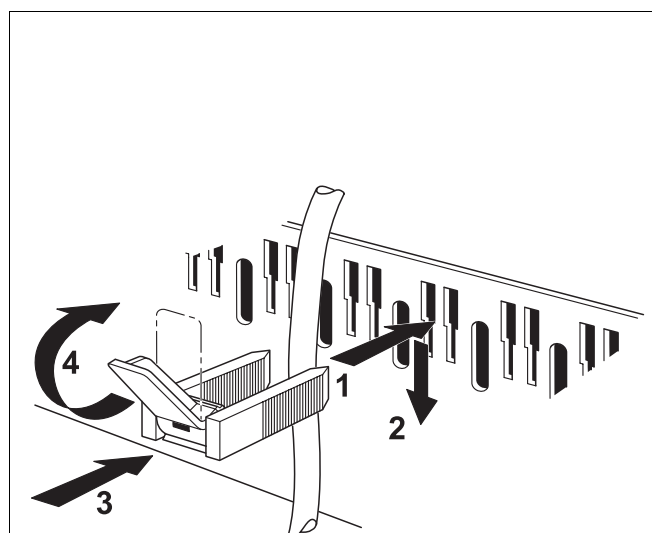

Abb. 23 Leitung mit Kabelschelle sichern
- Alle Leitungen mit Kabelschellen sichern (Abb. 23):
- Kabelschelle mit eingelegter Leitung von oben in die Schlitz des Schellenrahmens (Abb. 23) einsetzen; der Steg des Hebels muss dabei nach oben zeigen (Abb. 23, Schritt 1).
- Kabelschelle herunterschieben (Abb. 23, Schritt 2).
- Gegendrücken (Abb. 23, Schritt 3).
- Hebel nach oben umlegen (Abb. 23, Schritt 4).